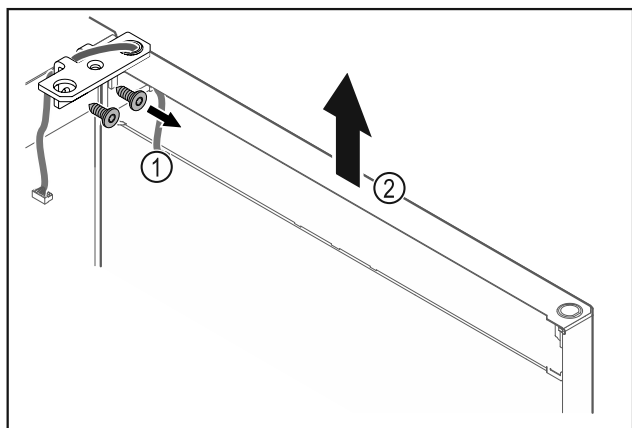

Fig. 14
- Odšroubujte úhelník závěsu Fig. 14 (1).
- Zvedněte dvířka včetně úhelníku závěsu Fig. 14 (2) přibližně 200 mm rovně směrem nahoru a vyjměte je.